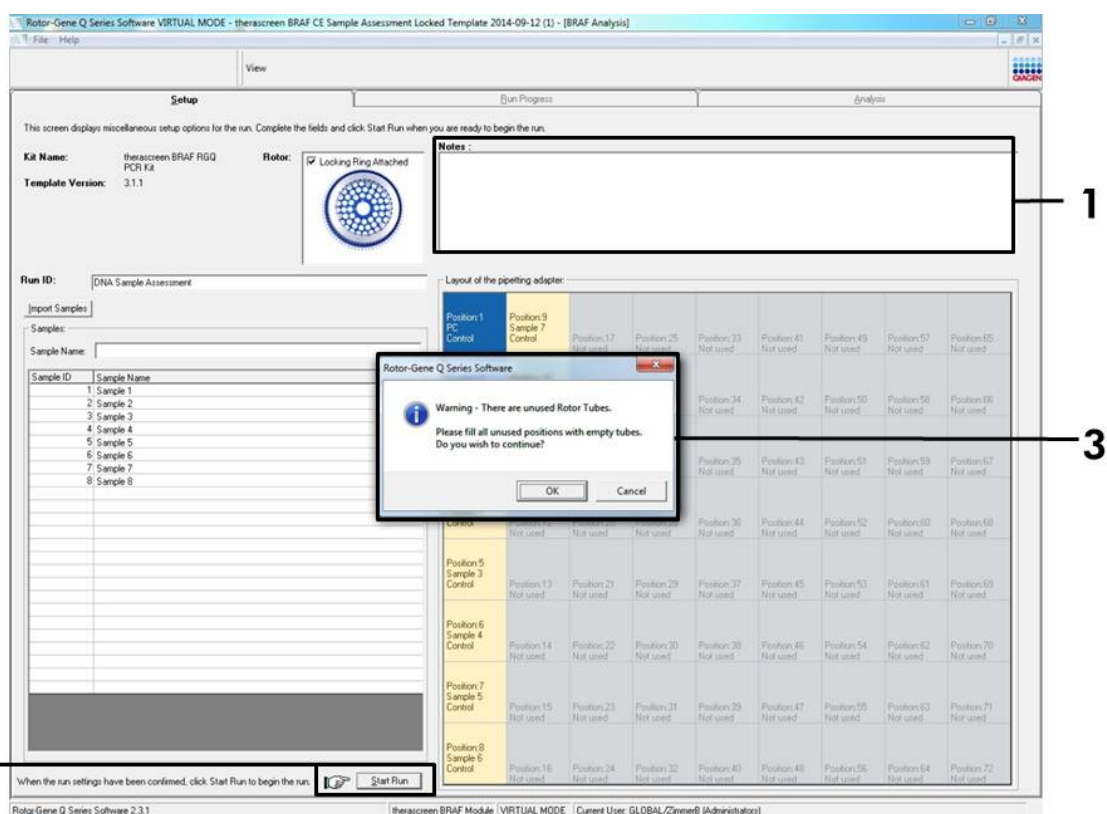

Figure 6. Champ « Notes » (1), bouton « Start Run » (démarrer l'analyse) (2) et avertissement concernant les positions de rotor inutilisées (3).
13. Une fois tous les noms d'échantillons saisis, vérifier qu'ils sont corrects. Ajouter toute information complémentaire dans le champ « Notes » si nécessaire et cliquer sur le bouton « Start Run » (démarrer l'analyse) (figure 6).
Remarque : si une position de rotor est inutilisée, un avertissement (« Warning ») s'affiche (figure 6) pour rappeler à l'utilisateur que toutes les positions inutilisées du rotor doivent être occupées par un tube vide bouché. Vérifier que toutes les positions inutilisées du rotor sont occupées par un tube vide bouché et cliquer sur OK pour continuer.